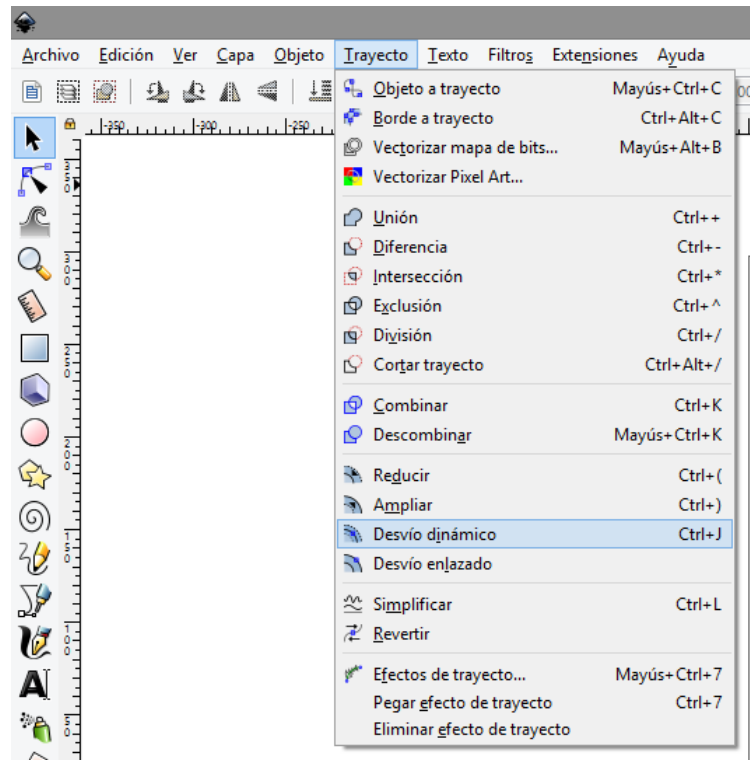

Figura 6.9. Selección desvío dinámico
8. A continuación, también de la opción Trayecto, seleccione Desvío dinámico, figura 6.9.